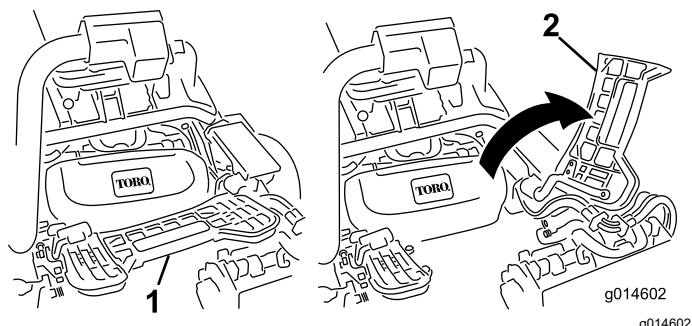

Figura 62
- Levante el reposapiés y gírelo hacia arriba, para tener acceso a la posición de la unidad de corte central (Figura 62).